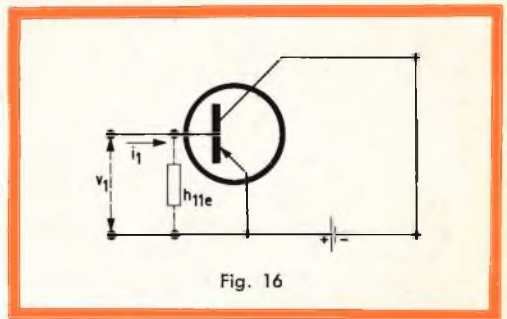

Fig. 16
1) « **resistenza d'ingresso del transistor** » con uscita in cortocircuito, il rapporto tra la tensione d'ingresso v_1 e la corrente d'ingresso i_1 (fig. 16):